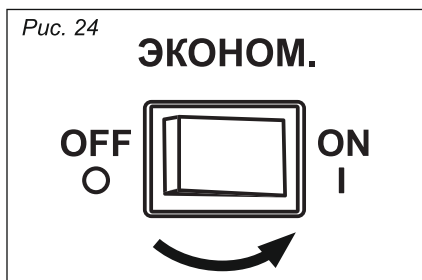

Рис. 24
1. Переведите переключатель «ЭКОНОМ.» в положение «ON» ①, рис. 24.